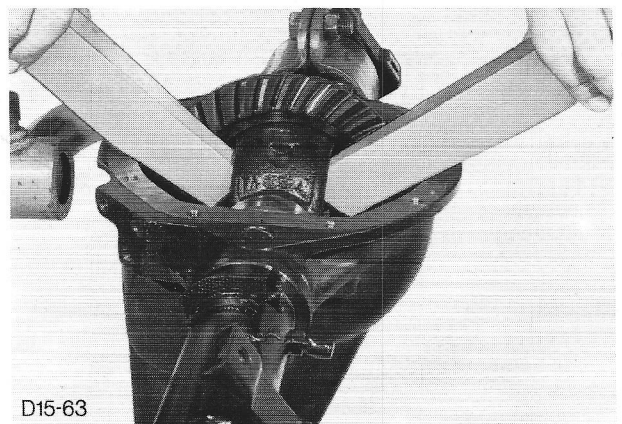

Fig.22 Het verwijderen van het satellietenhuis.
2. Verwijder de beide lagerkappen van het satellietenhuis (4 bouten) en druk het satellietenhuis met 2 afgeschuinde houten balkjes uit het achterbrughuis (fig.22).